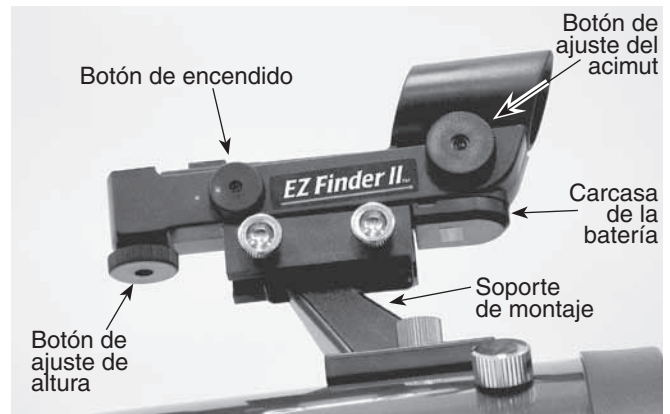

Figura 6. Mira réflex EZ Finder II.
La **mira réflex EZ Finder II (2)** (figura 6) funciona mediante la proyección de un pequeño punto rojo en una lente montada en la parte frontal de la unidad. Cuando se mira a través de la EZ Finder II, el punto rojo parece flotar en el espacio. El punto rojo
Las baterías de litio de 3 voltios de repuesto para la EZ Finder II están disponibles en muchas tiendas minoristas. Quite la batería antigua insertando un pequeño destornillador de punta plana en la ranura de la carcasa de la batería (figura 6) y haciendo palanca suavemente abra la tapa. A continuación, tire con cuidado de nuevo del clip de sujeción y retire la batería antigua. No doble en exceso el clip de sujeción. Deslice la nueva batería bajo el cable